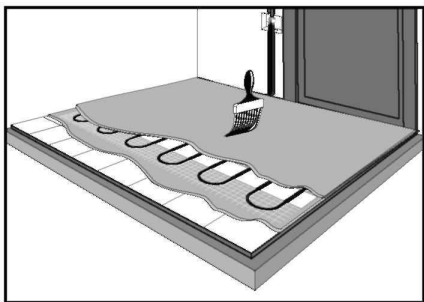

Рис. 5
15) Залейте нагревательный мат слоем раствора для крепления плитки толщиной 5-8 мм и дайте ему высохнуть в соответствии с инструкцией по применению используемой плиточной смеси. (рис. 5).